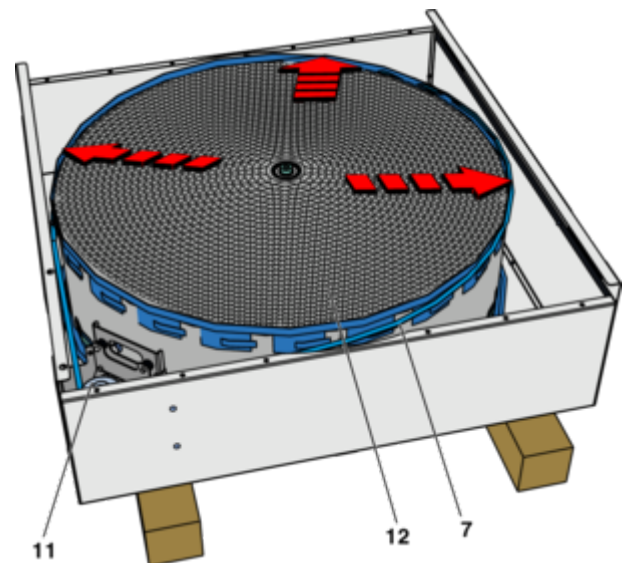

Abb. 64: Rundriemen auflegen
- 9** ▶ Neuen Riemen (Abb. 64 /7) zuerst auf die Riemenscheibe Abb. 64 (/11) auflegen. Riemen anschließend gleichmäßig um die Speichermasse Abb. 64 /12) über den gesamten Umfang ziehen. Den Riemen auf die Höhe der Riemenscheibe fluchtend ausrichten.